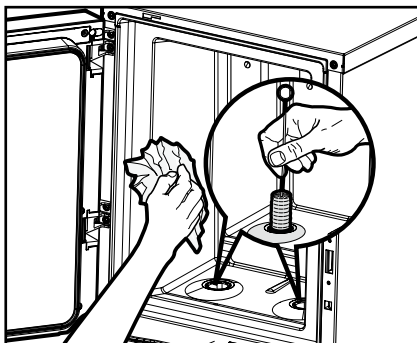

Abb. 25
- Reinigen Sie den Innenbereich des Kühlfachs mit einem sauberen, feuchten Tuch und die Dosieröffnungen mit einer Bürste. (Abb. 25)